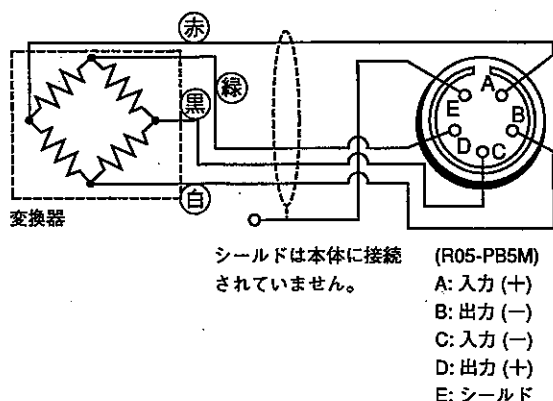

図3-1
3.2 弊社以外の測定器を使用される場合は、図3-1を参照して接続して下さい。